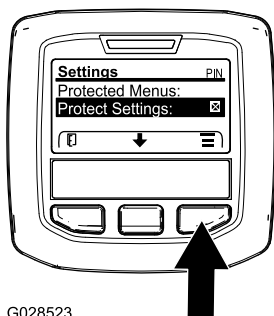

図 12
1. MAINメインメニューから中央ボタンで下へスクロールしていくとSETTINGS設定メニューがありますから、ここで右ボタンを押します 図 12。